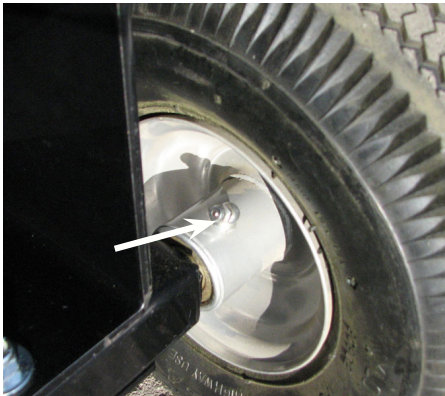

Figura 5.12, Boquilla de engrase de la rueda situada dentro del borde
3. Ruedas derecha e izquierda. (Figura 5.12).